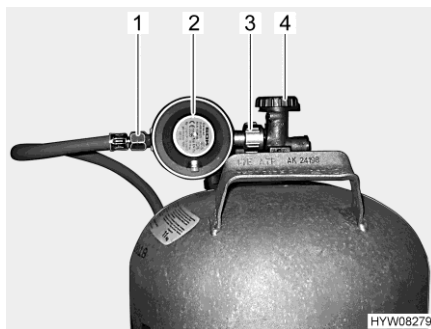

Fig. 121 Conexión de la bombona de gas
- Cerrar la llave de paso principal (Fig. 121,4) de la bombona de gas. Observar el sentido de la flecha.
- Retener el regulador de presión de gas (Fig. 121,2) y abrir la tuerca moleteada (Fig. 121,3) (por lo general, rosca a la izquierda).
- Retirar el regulador de presión de gas con la goma del gas (Fig. 121,1) de la bombona de gas.
- Colocar el regulador de presión de gas (Fig. 121,2) con goma del gas (Fig. 121,1) en la bombona de gas y apretar la tuerca moleteada (Fig. 121,3) (por lo general, rosca a la izquierda). **No** apretar demasiado firmemente.